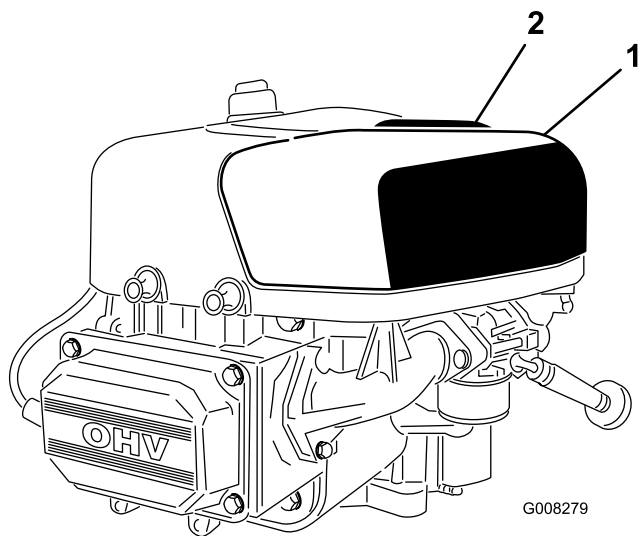

図 21
2. エアクリーナカバーのハンドルを上にして、エンジン側へ回す 図 21。